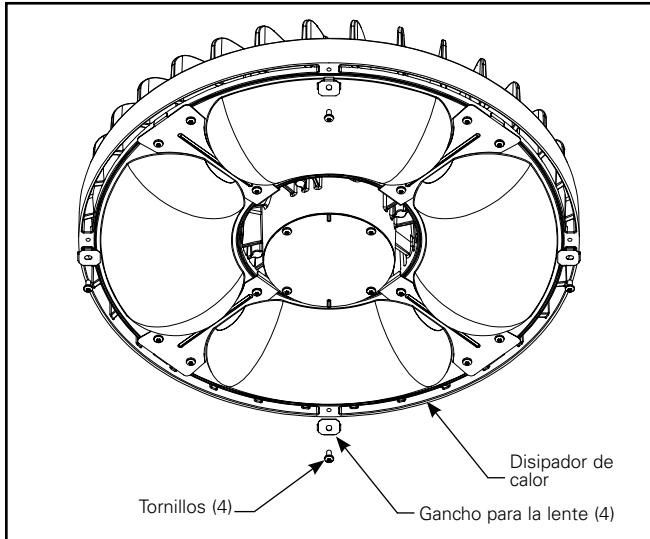

Figura 1.
1. Quite los **cuatro (4)** tornillos y ganchos para la lente del disipador de calor tal como se muestra en la Figura 1.